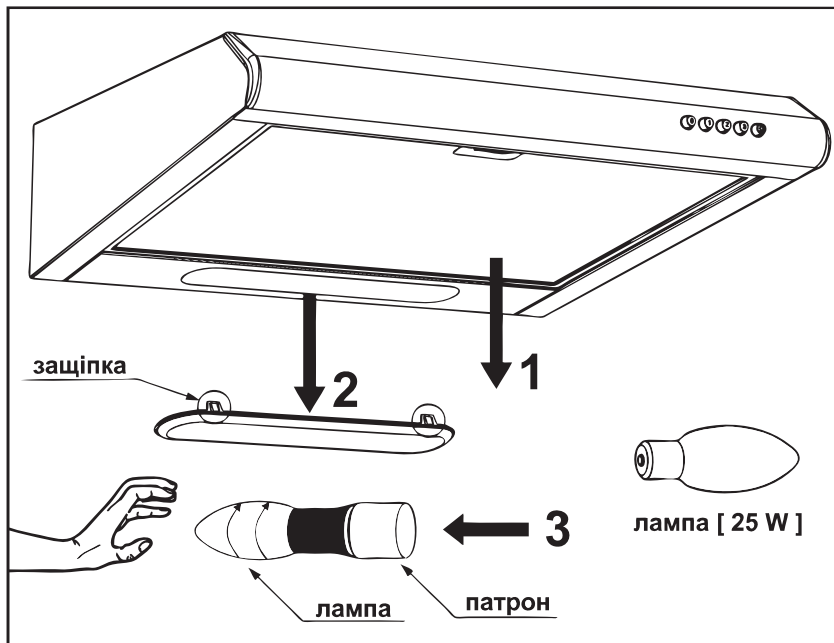

Рис. 9
- викрутити лампочку освітлення **3** з патрона проти годинникової стрілки, притримуючи рукою з внутрішньої сторони (за плафоном) (рис.9);